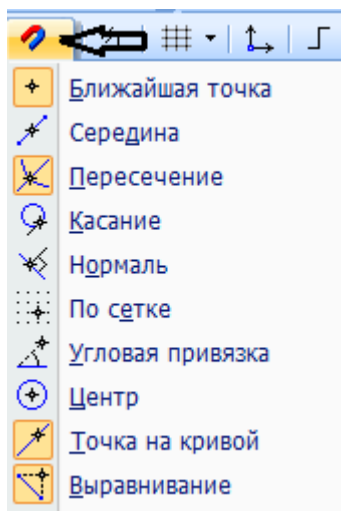

Рисунок 3.
2. Включить **Привязки - Середина, Пересечение, Выравнивание, Точка на кривой** (рисунок 3).